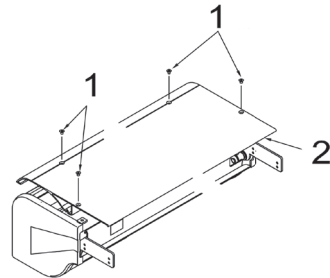

Abb. 5: Demontage Dach
- » Lösen Sie die Dachschrauben (1 – Abb. 5) und nehmen die Dächer (2 – Abb. 5) herunter.